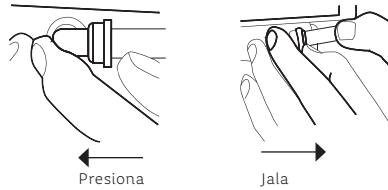

Figura 1.
- Para desconectar las mangueras flexibles de las conexiones rápidas retira el broche de seguridad, oprime el collar del codo, conector o tee hacia dentro, manteniéndolo presionado y después jala la manguera hasta que esta quede libre completamente, como se muestra en la Figura 1.